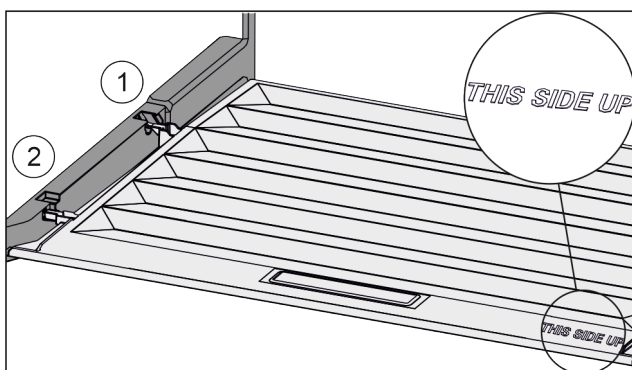

Fig. 138
- ▶ Пъхнете шийките на капака през отвора в задния държач *Fig. 138 (1)* и фиксирайте отпред в държача *Fig. 138 (2)*.